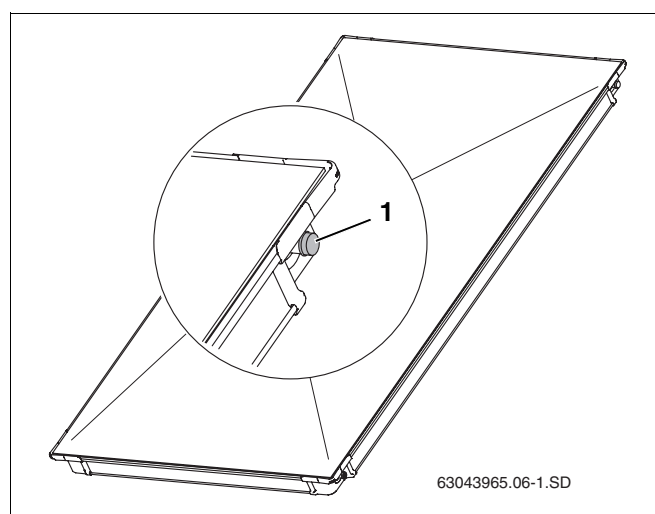

fig. 5 Capas sintéticas e ligações de colectores
- ▶ Retire as capas sintéticas (fig. 5, **item 1**) apenas antes do momento da instalação.